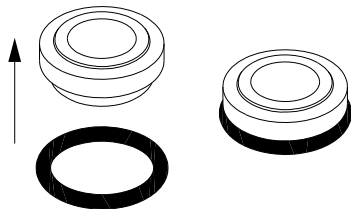

Рис. 4 Монтаж уплотнительного кольца на неподвижной части
2. Установить уплотнительное кольцо (поз. 102) на неподвижную часть. См. рис. 4. Смазать уплотнительное кольцо. См. раздел 3. Моменты затяжки и смазочные материалы.